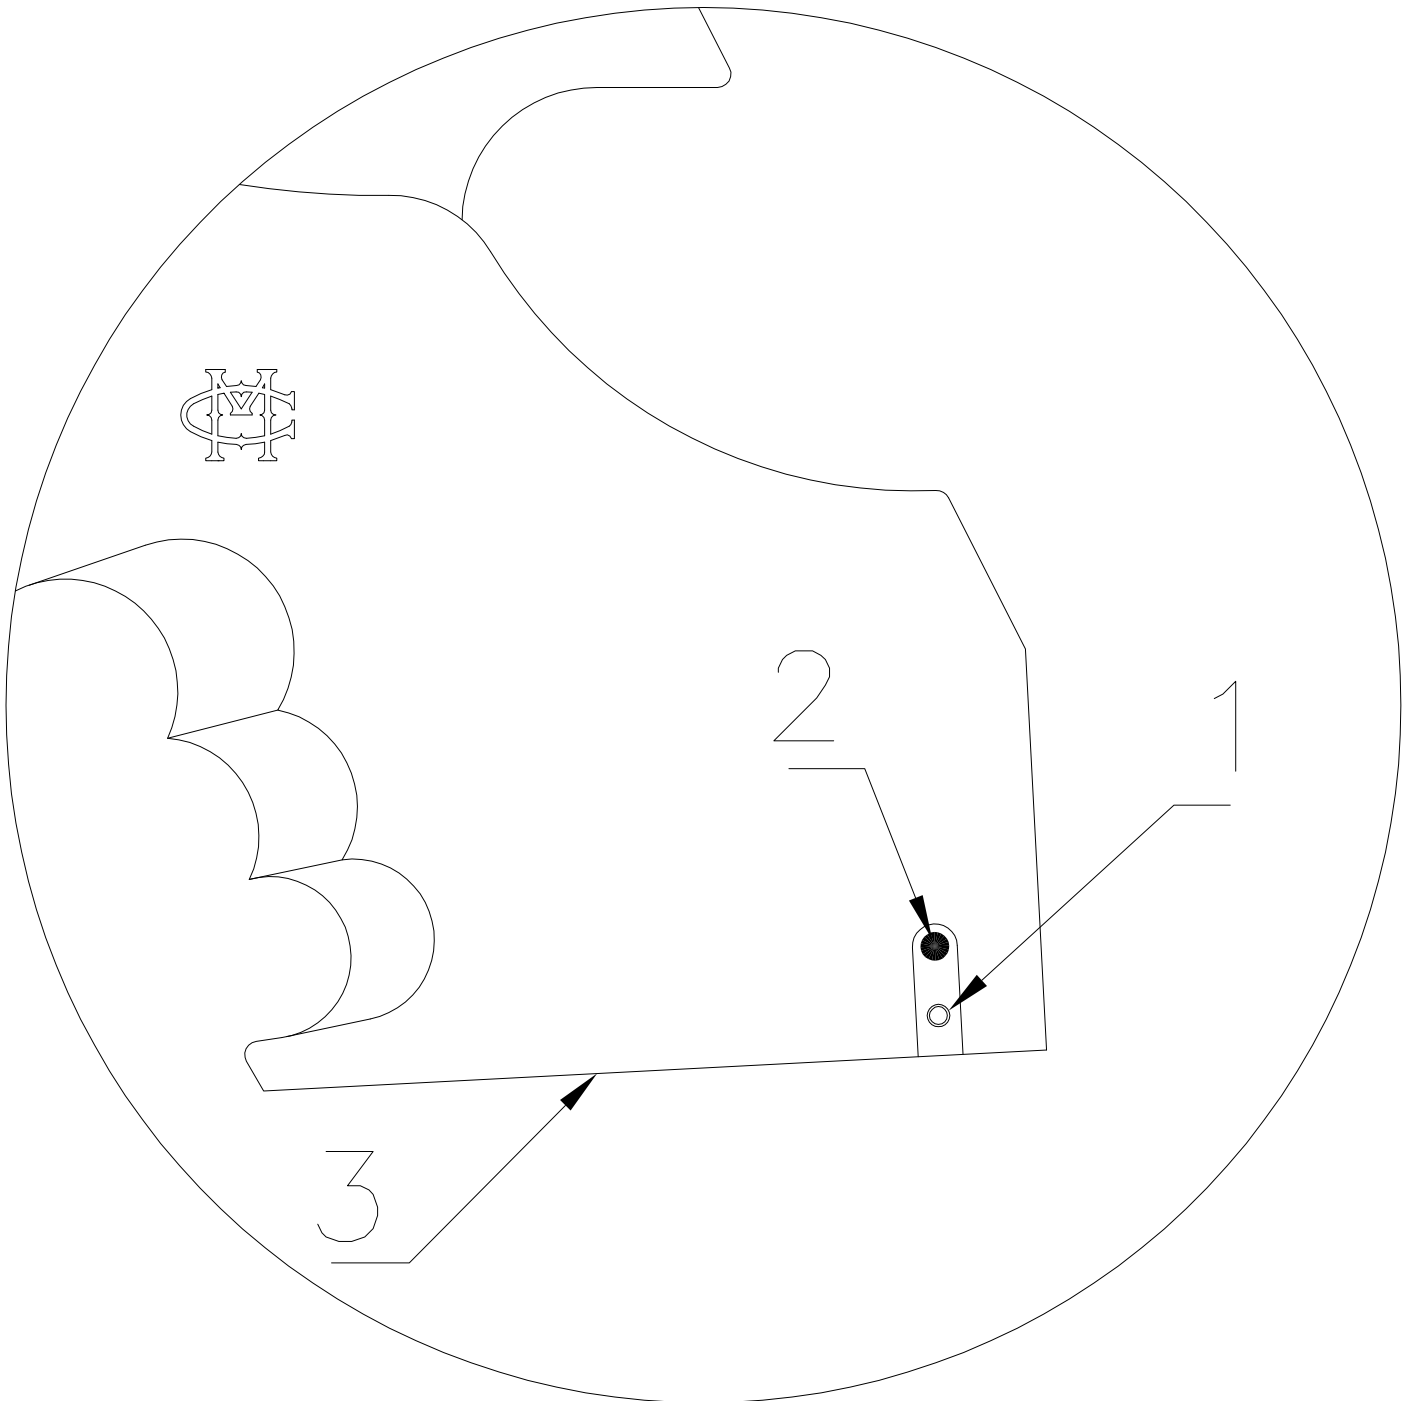

Fig. 2
2. Loading the pistol (*Fig. 2*)